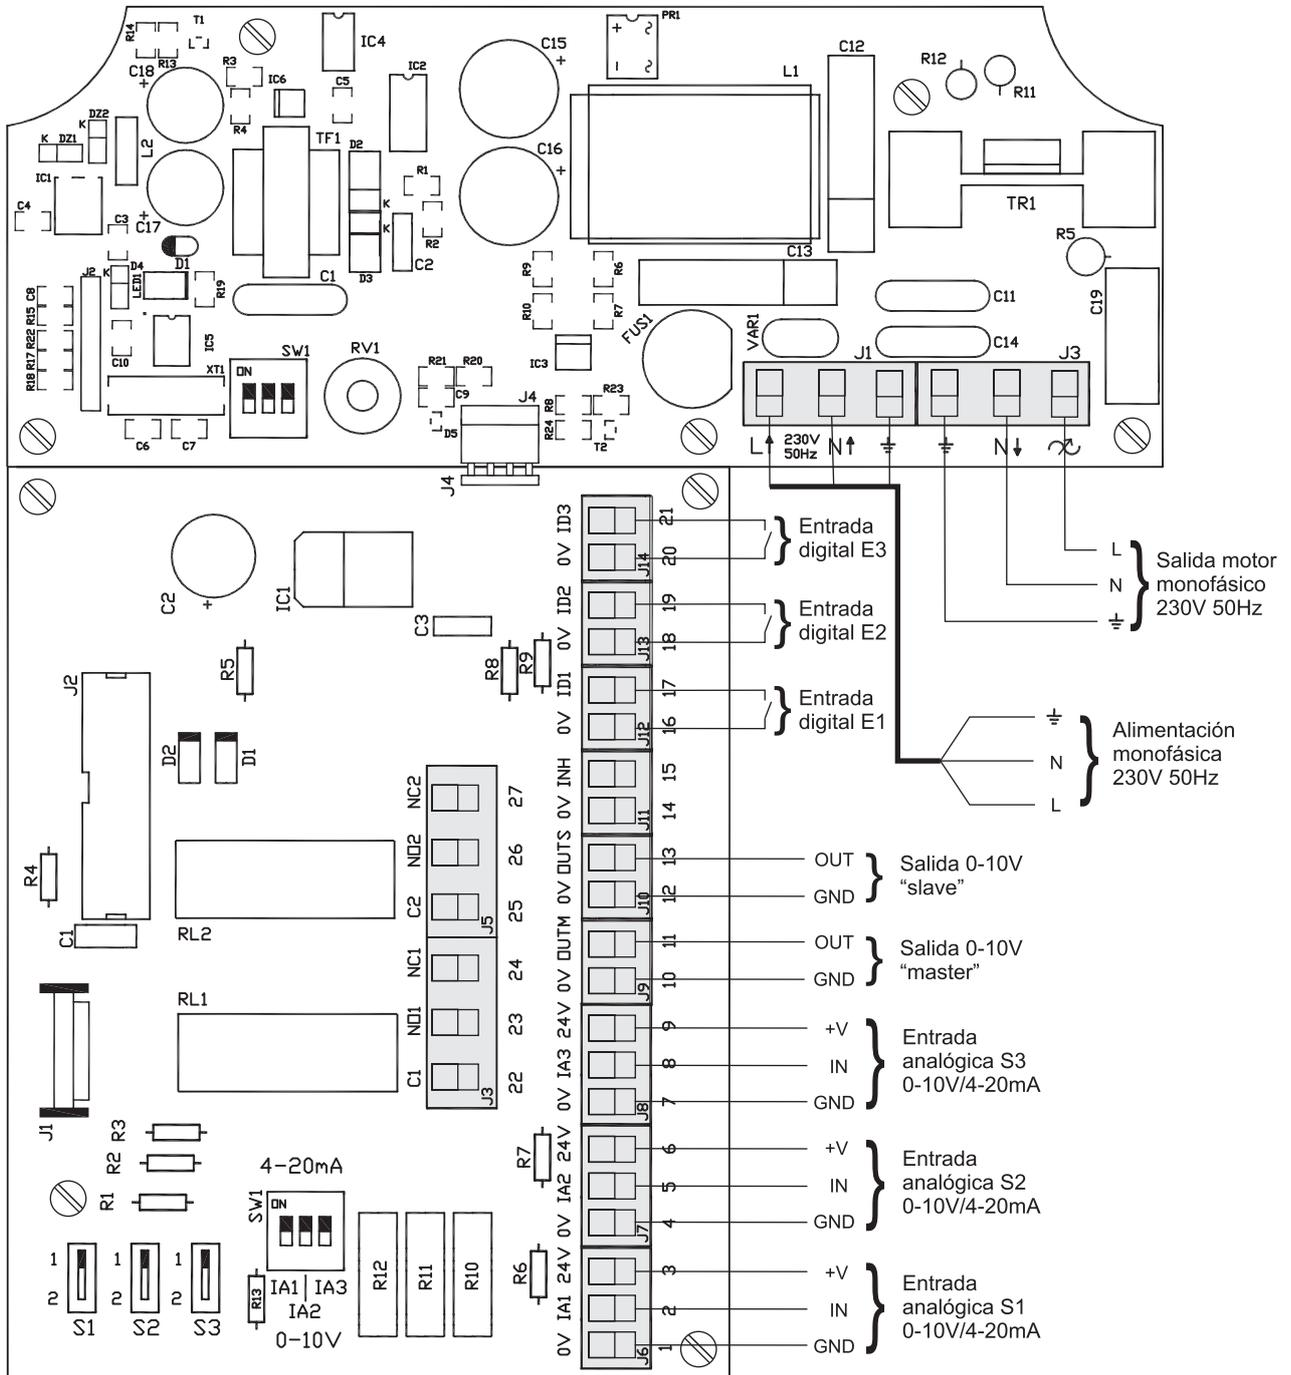

Fig.2
- **CONTROL ECOWATT AC/4A :** versión con alimentación monofásica AC y salida en tensión para motores monofásicos hasta 4A. Para esta versión, las salidas analógicas 0-10V para un motor DC o un convertidor de frecuencia, son también activas. (Fig.2)